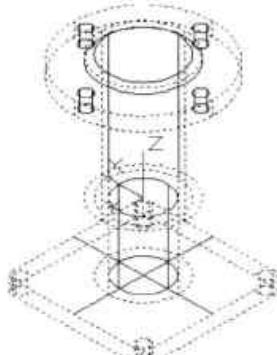

图13-63 合并圆柱体
**Step16** 执行“并集”命令，将方形接头与直径为48mm、高为73mm和3mm以及80mm的圆柱合并，如图13-63所示。